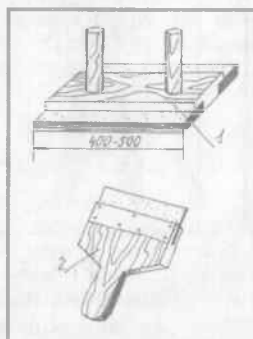

Рис. 2. Ручний інструмент:
2. Можна нанести шпаклівку маховою щіткою і розрівняти широким гумовим шпателем (рис. 2) рухом перпендикулярно до мазків щітки. Розчин шпаклівки повинен бути більш рідким.